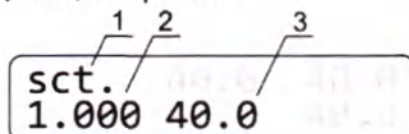

Рисунок 3. Дисплей в калибровочном режиме: 1. Индикатор калибровки; 2. Коэффициент калибровки; 3. Температура с текущим коэффициентом
Для изменения калибровочного коэффициента держите нажатой клавишу **TIMER RUN/STOP** дольше 8 с для входа в калибровочный режим. На дисплее появится калибровочный коэффициент, см. рис. 3.
- 7.3. **Восстановление заводских установок.** Чтобы восстановить заводские установки, с помощью кнопок **▲** и **▼ T (°C)** установите значение коэффициента 1.000, как показано на рис. 3/1. Нажмите кнопку **RPM RUN/STOP** один раз, чтобы сохранить изменения.